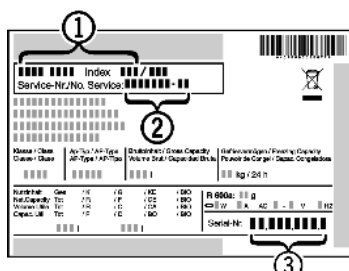

Fig. 19
- ▶ Gerätebezeichnung *Fig. 19 (1)*, Service-Nr. *Fig. 19 (2)* und Serial-Nr. *Fig. 19 (3)* vom Typenschild ablesen. Das Typenschild befindet sich an der linken Geräteinnenseite.
- ▶ Den Kundendienst benachrichtigen und den Fehler, Gerätebezeichnung *Fig. 19 (1)*, Service-Nr. *Fig. 19 (2)* und Serial-Nr. *Fig. 19 (3)* mitteilen.